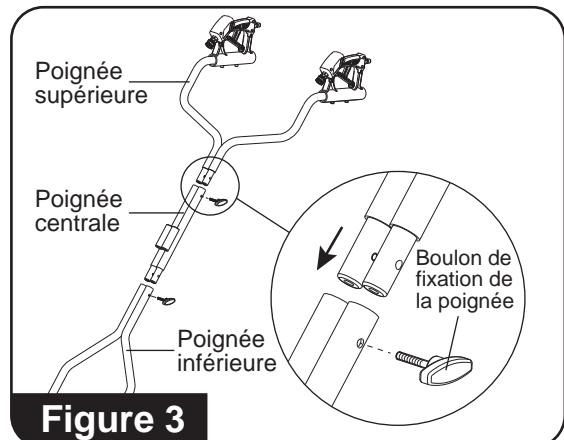

Figure 3
2. Fixez la poignée supérieure et la poignée centrale en alignant les trous de la poignée supérieure et de la poignée centrale. Poussez le boulon de fixation de la poignée dans le trou aligné et serrez-le. **(Consultez la figure 3)**
3. Fixez l'ensemble de la poignée supérieure et de la poignée centrale à l'ensemble de la poignée inférieure, en alignant les trous des poignées centrale et inférieure. Poussez le boulon de fixation de la poignée dans le trou aligné et serrez-le. **(Consultez la figure 3)**